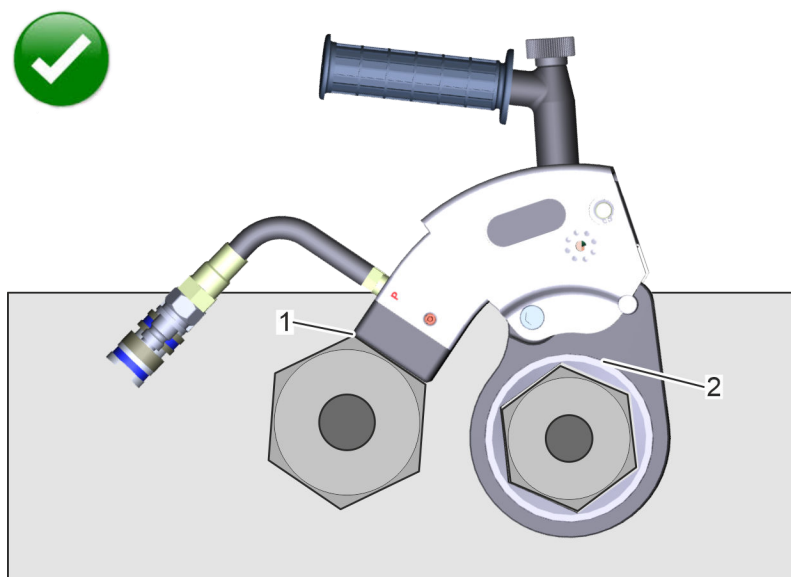

Рис. 18: Оптимальный вариант опоры
3. ➤ Опорный рычаг с опорной пластиной должен по всей площади прилегать к опоре (Рис. 18/1) без возможности соскользнуть.